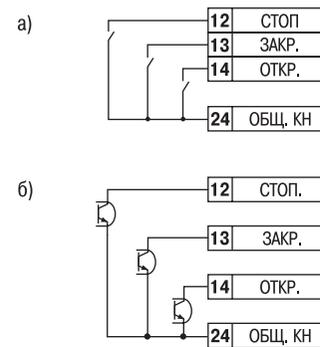

Рис. 2
- контакты внешних кнопок управления (рис. 2, а);
- устройства автоматики, имеющие на выходе транзисторные $n-p-n$ -ключи с открытым коллекторным выходом (рис. 2, б);